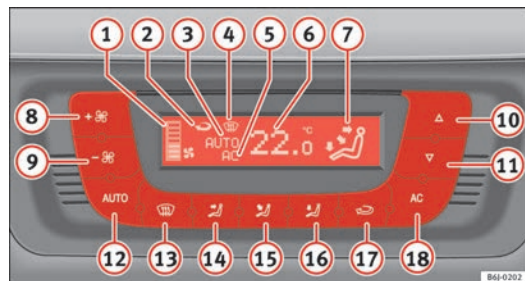

Fig. 93 Mandos del Climatronic en el tablero de instrumentos
- Pulse las teclas 10 y 11 ⇒ fig. 93 para ajustar la temperatura.
- ① Indicador del nivel del ventilador.
- ② Indicador de la función de recirculación de aire
- ③ Indicador **AUTO** (Funcionamiento automático)
- ④ Indicador de desempañado
- Pulse la tecla **AUTO**. Se visualiza la indicación ⇒ **página 136, fig. 93 7**.
- Pulse las teclas **10** y **11** ⇒ **página 136, fig. 93** para ajustar la temperatura deseada en el habitáculo. Se recomienda ajustar una temperatura de 22°C (72°F).
- Pulse una de las teclas $\Rightarrow$ página 136, fig. 93  a  o presione el regulador del ventilador  y . Se apaga la indicación .
El ventilador puede ajustarse por medio de las teclas  y  $\Rightarrow$ página 136, fig. 93. Si el ventilador está apagado (en la pantalla no se indica ningún nivel ) y sigue presionando la tecla , se apaga el Climatronic. En tal caso aparecerá **OFF** en la pantalla.
- Pulse la tecla  para conectar o desconectar la recirculación de aire. Está conectada si aparece el símbolo  $\Rightarrow$ página 136, fig. 93 en la pantalla.